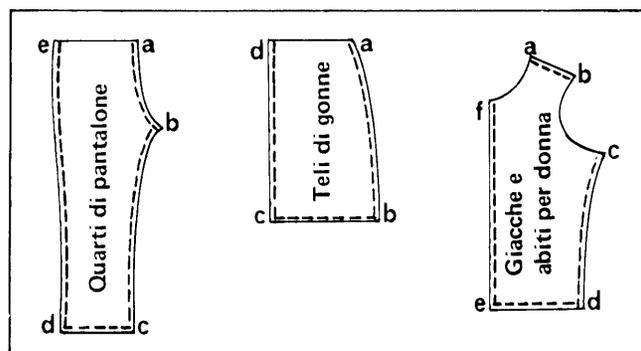

Fig. 12
2.3 – Surfilaratura di teli su due lati (di uguale lunghezza) o su più lati (fig.12)